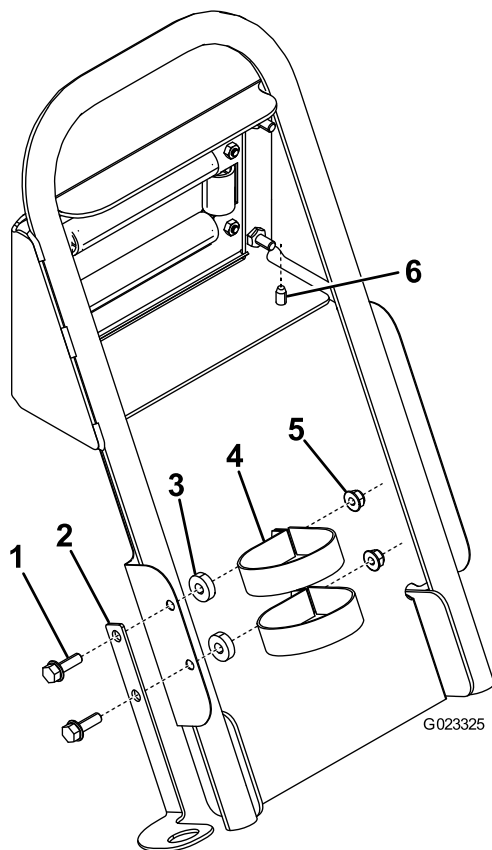

**Рисунок 11**
5. Прикрепите, не затягивая, ручку к поворотной пластине с помощью 4 болтов (5/16 дюйма) (Рисунок 11).
6. Прикрепите грязезащитный щиток и ручку к поворотной пластине с помощью болтов, установленных при выполнении действий, описанных в пункте 5, и 4 фланцевых гаек (5/16 дюйма) (Рисунок 11).